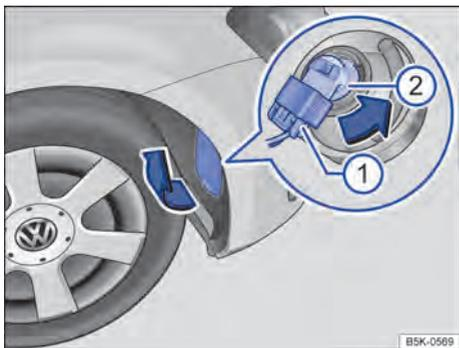

Fig. 243 No protetor da caixa de roda dianteiro direito: substituir a lâmpada incandescente no farol.
3.	Se necessário, levantar com cuidado a cobertura no protetor da caixa de roda, no sentido da seta, com a lâmina plana da chave de fenda das ferramentas de bordo → Fig. 243.
4.	Destravar e retirar o conector ①.
5.	Girar o suporte de lâmpadas ② até o batente no sentido anti-horário (seta) e retirar para trás com a lâmpada incandescente.
8.	Encaixar o conector ① no suporte da lâmpada ②. O conector precisa encaixar audivelmente.
9.	Encaixar a cobertura no protetor da caixa de roda → Fig. 243.